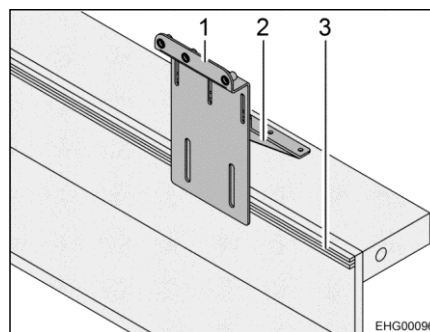

Bild 1 Reservhjulshållare (på surrningsckenorna)
- Montera hållaren (Bild 1,1) med de medföljande vingskruvarna vid surrningsckenan (Bild 1,3).
- Montera den vinklade plattan (Bild 1,2) i lastutrymme med de medföljande självgående skruvarna.